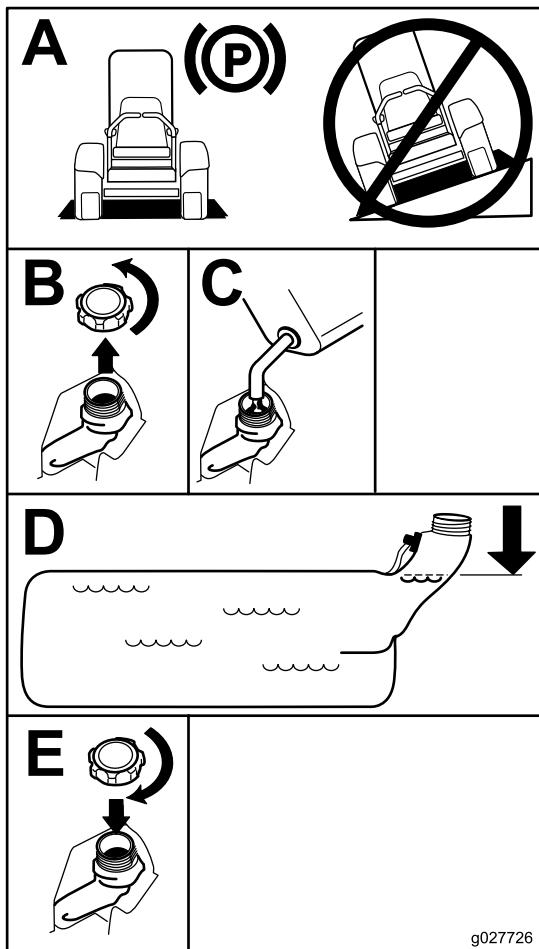

Bild 7
- Füllen Sie den Kraftstofftank bis zur Unterseite des Füllstutzens (Bild 7).